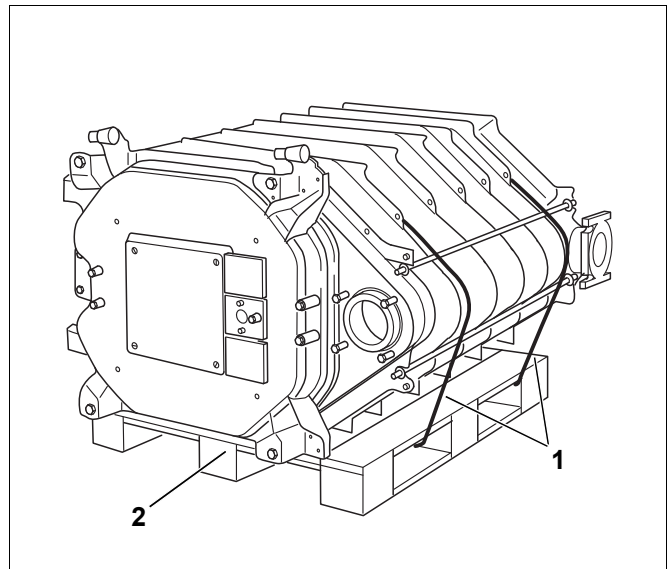

Рис. 23 Котловой блок на поддоне
- ▶ Разрежьте крепёжные ленты (рис. 23, [1]).
- ▶ Перед установкой котла уберите поддон (рис. 23, [2]).